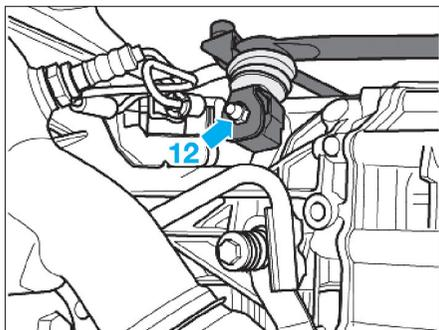

Fig. 5
- Dévisser l'écrou (12) et retirer le levier de l'arbre de commande des vitesses (Fig.5).